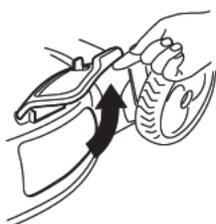

Figura 21
1.- Levante la puerta de descarga lateral (figura 21).